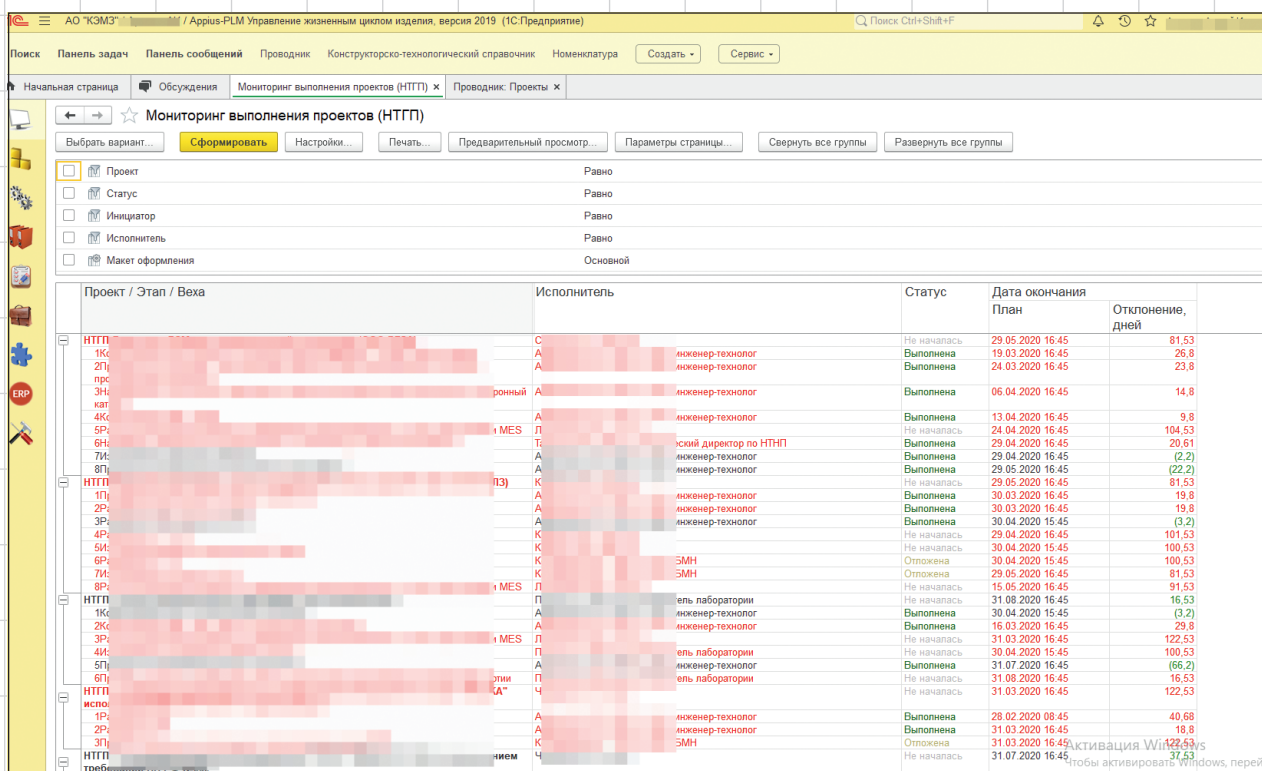

Рис. 5. Отчет по проектам
7. Просмотр проектов в отчете (рис. 5).